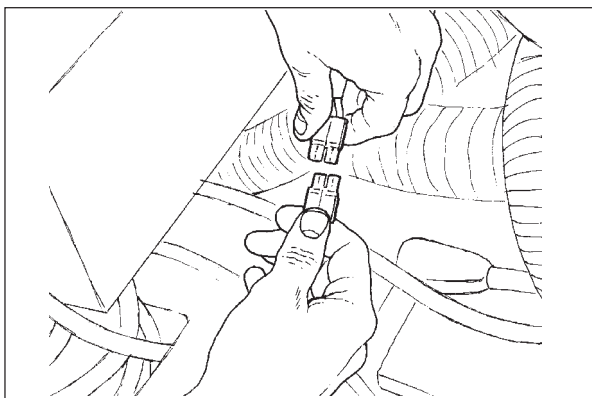

Рисунок 9
5. Отсоедините голубой электрический соединитель (смотрите рис. 9).
15. Присоедините голубой электрический соединитель (смотрите рис. 9, страница 12).